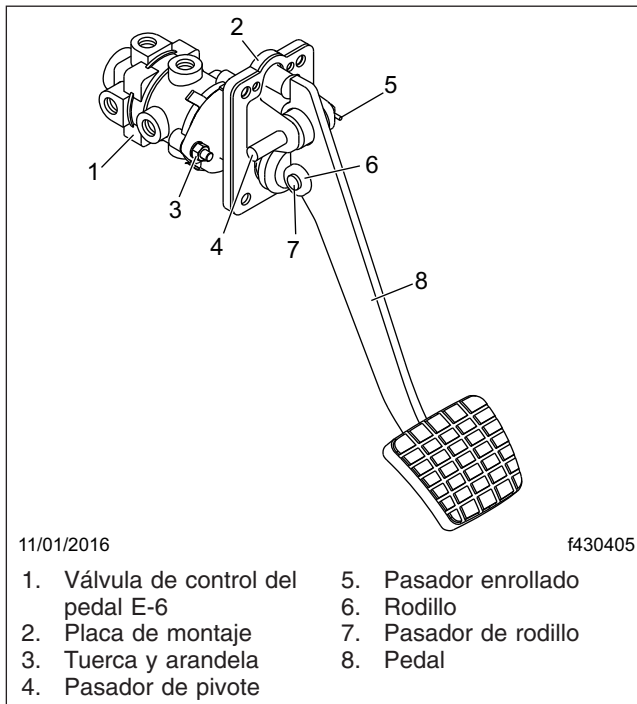

Figura 13, Ensamblaje de pedal del freno y válvula
2. Retire el pasador de rodillo del pasador de pivote del pedal de freno. Vea la **Figura 13**.